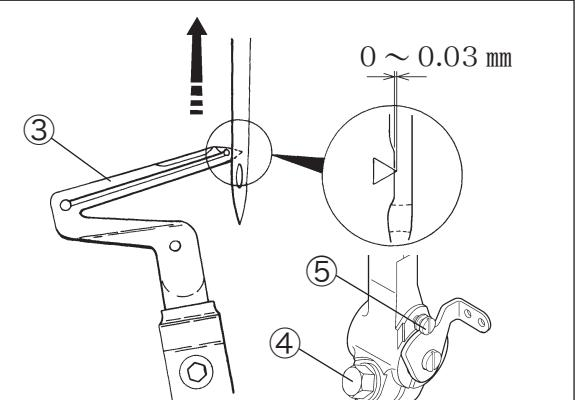

図 6-25
1. 針の高さを確認してから、針棒抱キの止ネジ①を締めてください。(P28「6.9.1 針の高さ」参照)
3. 下ルーパの前後位置を調節したとき、下ルーパの引け量を確認してから、図6-25の止ネジ④を締めてください。
4. 蓋ネジ②を取り付けるときは、液体ガスケットを塗布してください。